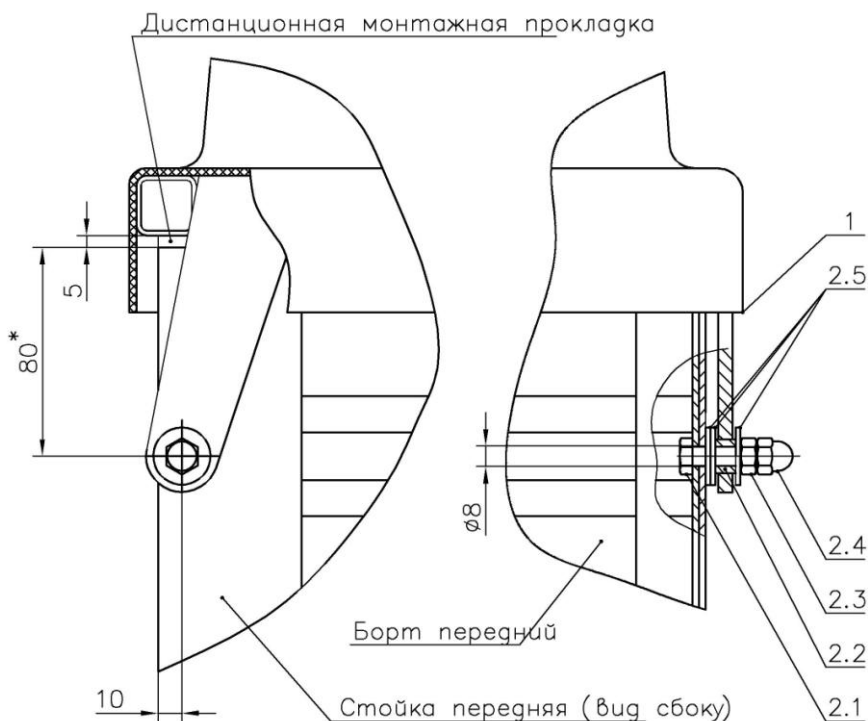

Рисунок 1.
4. Приподнять переднюю часть крышки и положить между передним бортом прицепа и передней частью рамки крышки дистанционную монтажную прокладку толщиной 5мм (рис. 1).
5. Сдвинуть крышку так, чтобы центры отверстий петель оказались в 10мм от края переднего борта, как показано на рис. 1.
6. Вставить в петли крышки втулки 2.2 и просверлить через них отверстия  $\varnothing 8$ мм, в передних стойках прицепа (рис. 1).
7. Установить в соответствующем порядке втулку 2.2, шайбы 2.5, болт 2.1 и гайки 2.3 и 2.4 как показано на рис. 1.